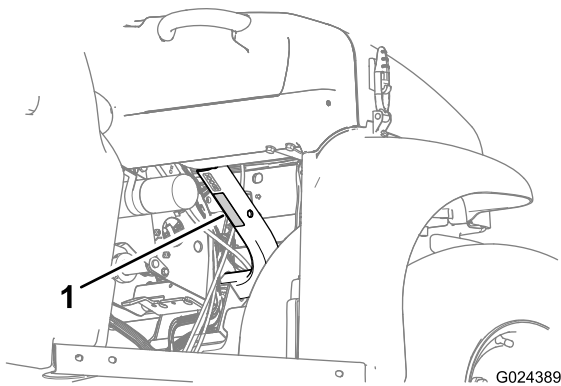

Figura 18
- Observe la capacidad de carga de la máquina y limite el peso de la carga transportada en la caja de carga, según se describe en Especificaciones \(página 18\) y en la etiqueta de peso bruto del vehículo de la máquina (Figura 18).